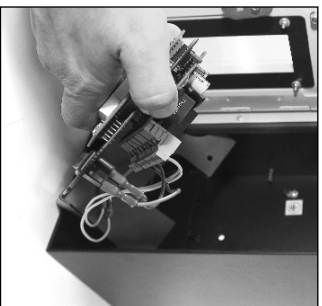

fig. 2
2. Far ruotare il supporto basculante verso l'esterno e successivamente sfilarlo, sollevandolo leggermente e inclinandolo verso destra (fig. 2).